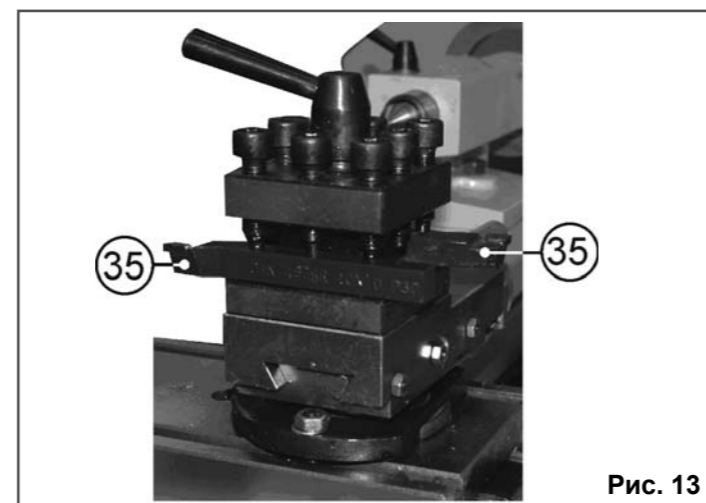
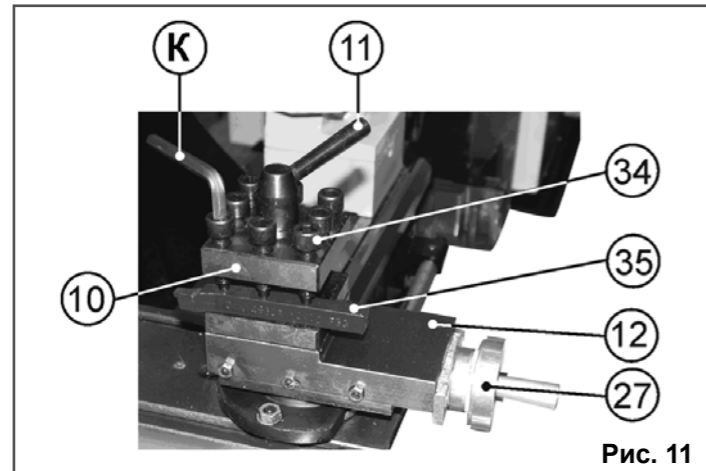

Рис. 13
Рис. 11
10.1.8. Используя шестигранный ключ (К), Рис. 16, выкрутите 3 болта (34). Установите необходимый для предполагаемой операции резец (35) в резцедержатель (10). Равномерно, с достаточным усилием, закрутите три болта (34), Рис. 11.
10.1.9. Для ускорения и удобства работы можно установить в резцедержателе (10) параллельно, но направленные в противоположные стороны головками, два резца (35), Рис. 13, при условии, что оба резца (35) в резцедержателе (10) закрепляются тремя болтами (34), Рис. 11.
10.1.10. Поверните ручку фиксации резцедержателя (11) против часовой стрелки, поворачивая резцедержатель (10).
Выберите необходимый для данной операции резец (35) или угол установки резца (35), зафиксируйте положение резцедержателя (10), повернув ручку фиксации резцедержателя (11) в обратном направлении с определённым усилием, Рис. 11.